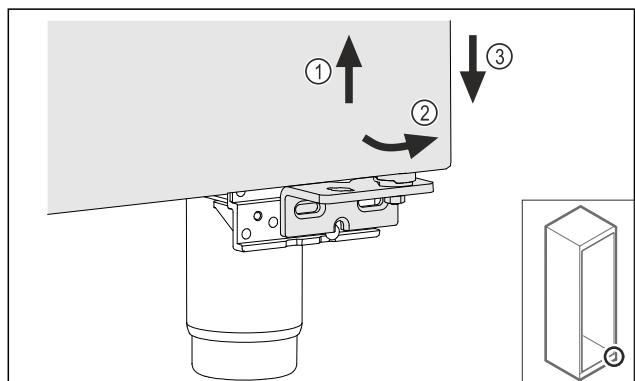

Fig. 27
- ▶ Unieść lekko drzwi Fig. 27 (1), dół przechylić do przodu Fig. 27 (2) i opuścić Fig. 27 (3).